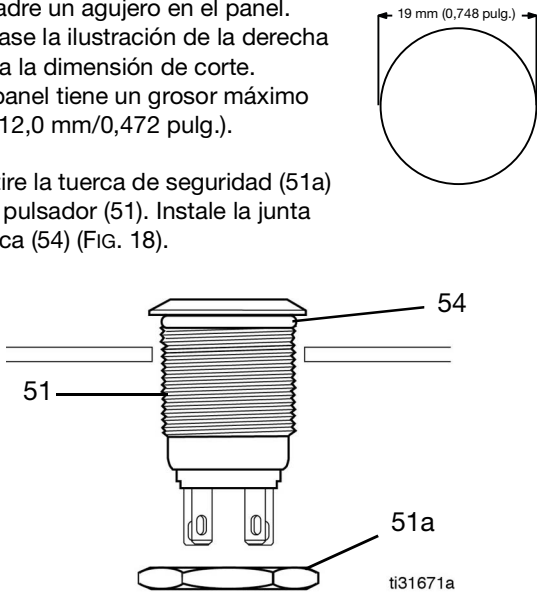

FIG. 18
- 2. Retire la tuerca de seguridad (51a) del pulsador (51). Instale la junta tórica (54) (FIG. 18).
- 3. Inserte el pulsador (51) por el agujero taladrado en el panel del paso 1. Apriete a mano la tuerca de seguridad (1a) para fijar el pulsador en posición (FIG. 18).